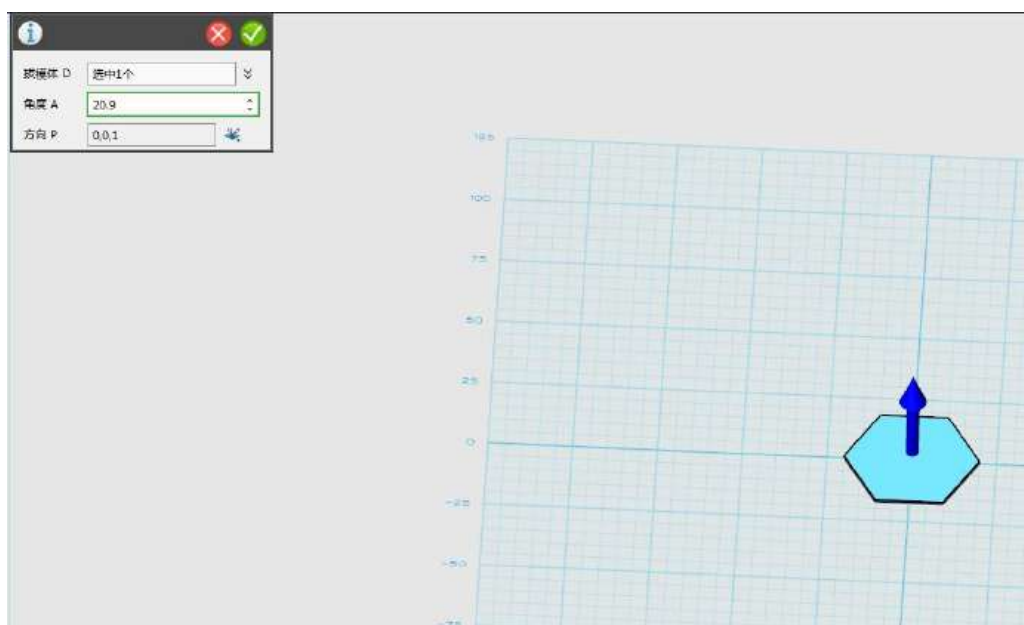

图 1-5
3. 单击选择一个面，选择【拔模】，角度选择为 20.9（这个值非常关键，请同学们记住，不能选多或选少，否则后续不会成功，不妨先试试？再找出规律。），对正六面体柱拔模。如图 1-5 所示：